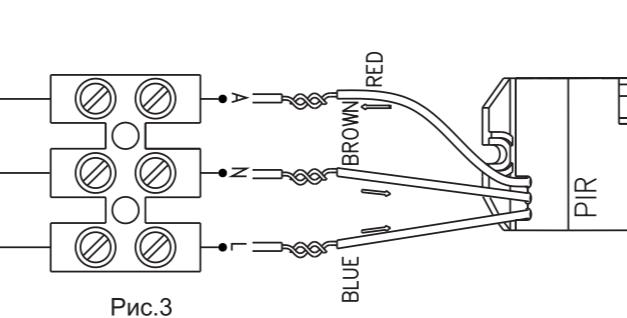

Рис.3
- Подключите провода от нагрузки и датчика согласно рис. 3